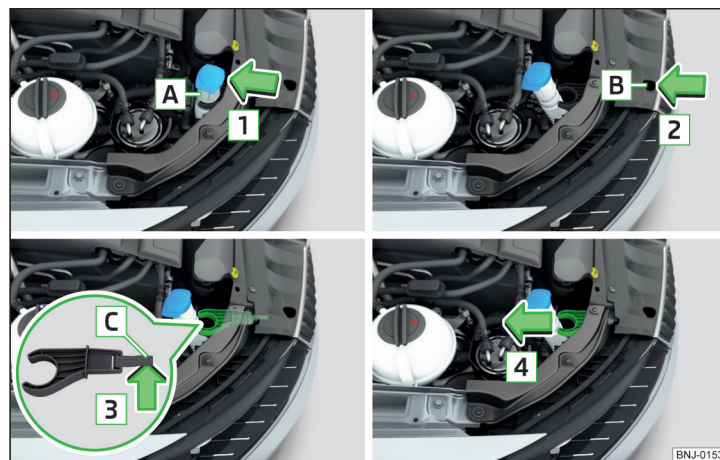

Fig. 207 Retirar el soporte del depósito del agua de lavado
- Aflojar los soportes del depósito **A** del soporte en la dirección de la flecha **1** » fig. 207.
- Deslizar hacia dentro el soporte del depósito en contra del sentido de la flecha **4** » fig. 207.